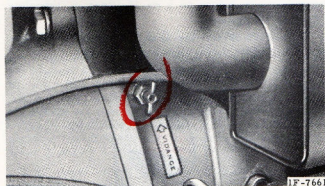

Fig. 22. - Robinet de vidange du bloc moteur
- Vidangez le système en dévissant les robinets de vidange et le bouchon de remplissage. Laissez la vidange s'effectuer complètement puis revissez les robinets de vidange (fig. 22 et 23).